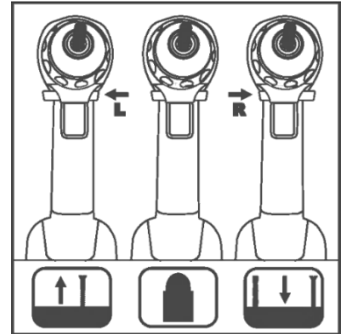

Рисунок 2
4.5 Перемикач реверсу/блокування пускової клавіші (дивіться рисунок 2)